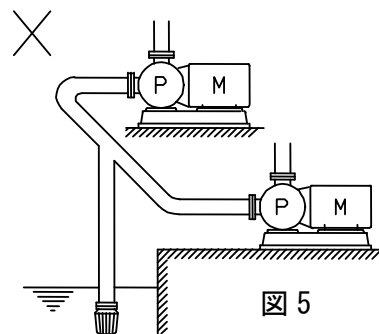

図5
- (e) 吸込配管を図5のように分岐にしないようにしてください。